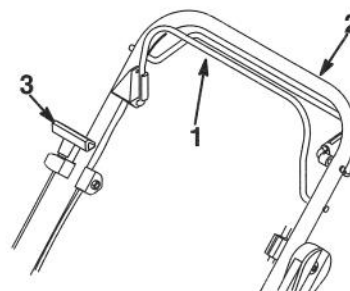

Figure 13
3. Tenir la barre de commande de la lame serrée contre le guidon (Fig. 13).
4. Tirer légèrement sur la poignée du démarreur jusqu'à ce qu'une résistance se fasse sentir, puis, tirer un coup sec (Fig. 13). Laisser le cordon se réenrouler lentement.